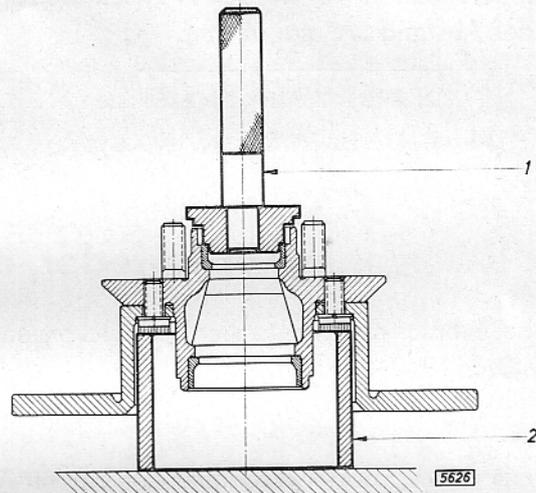

Bild B 14 - Äußeren Laufring des äußeren Radlagers einpressen
2. Die Untersetzhülse ist auch zum Einpressen des äußeren Laufringes des äußeren Radlagers zu verwenden (Bild B 14).